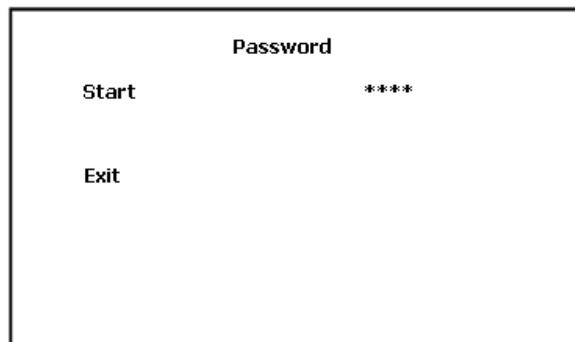

Abbildung 31
- 2 Rufen Sie das Hauptmenü auf, indem Sie die Eingabetaste auf der Gerätetastatur drücken, wie in Abbildung 31 dargestellt